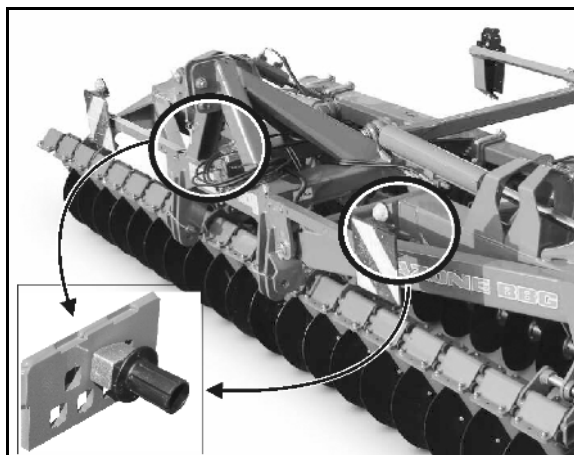
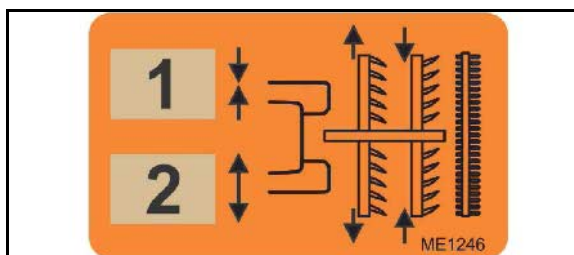

Рис. 40
Рис. 41
Для этого имеются в распоряжении 6 гнезд (Рис. 40).
3. Ослабьте пружинный фиксатор (Рис. 40/1 и Рис. 41/1).
4. Поставьте эксцентриковый палец (Рис. 40/2 и Рис. 41/2) в нужное гнездо.
- Удобное место для крепления маркировано стрелкой (Рис. 40/3).
- Модели Catros -2 оснащены консолью с возможностью регулировки смещения рядов дисков (Рис. 41):